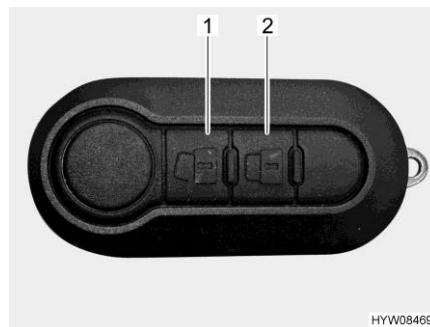

Fig. 50 Telecomando chiusura centralizzata (2 tasti)
- Sbloccaggio delle porte:** ■ Premere una volta brevemente il tasto  (Fig. 50,1). Le serrature sono sbloccate.
- Bloccaggio delle porte:** ■ Premere una volta brevemente il tasto  (Fig. 50,2). Le serrature sono bloccate.